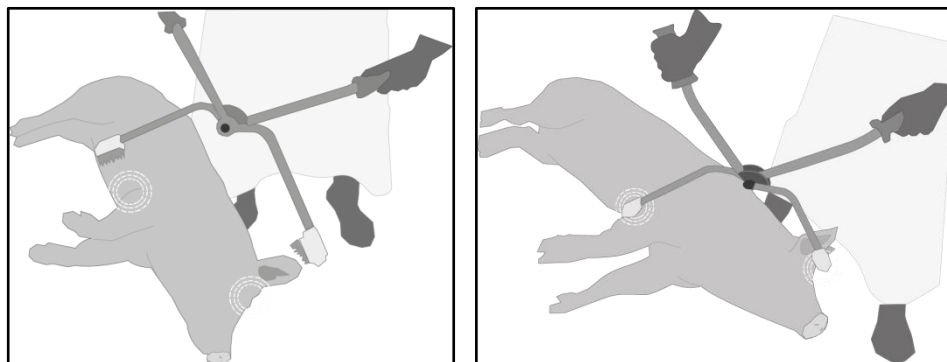

Fig. 6-4 Ideell plassering av elektrodene
2. Plasser øyeblikkelig elektrodene til bedøvelsestangen på hjertet og nede på ørefestet på hodet til det liggende dyret (se markeringene Fig. 6-4):